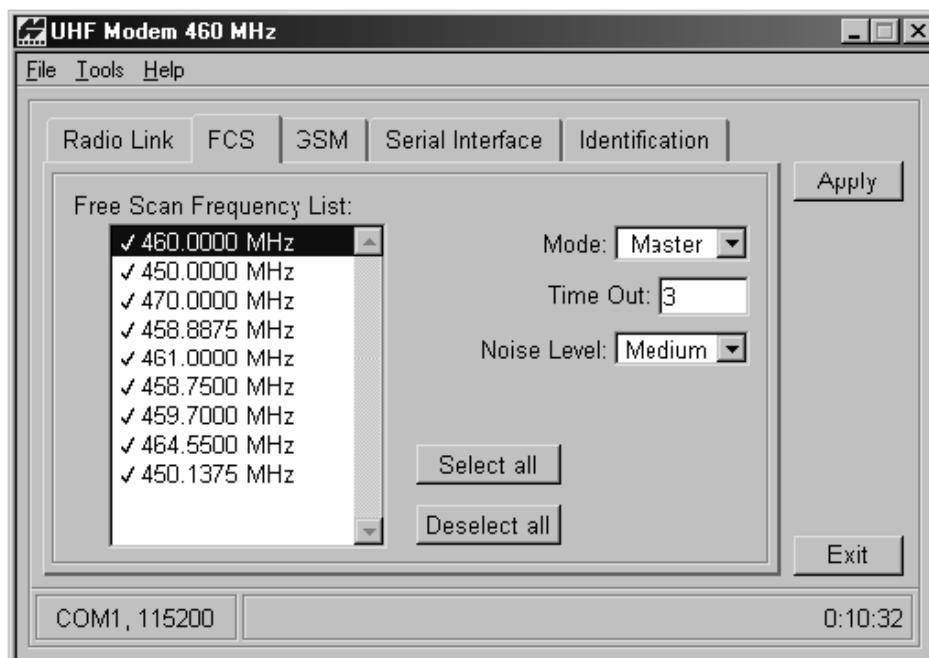

Рисунок 2-22. Выбор параметров FCS для базовой станции
2. На вкладке *FCS* установите перечисленные ниже параметры радиомодема базовой станции (см. рис. 2-22 на стр. 2-31):